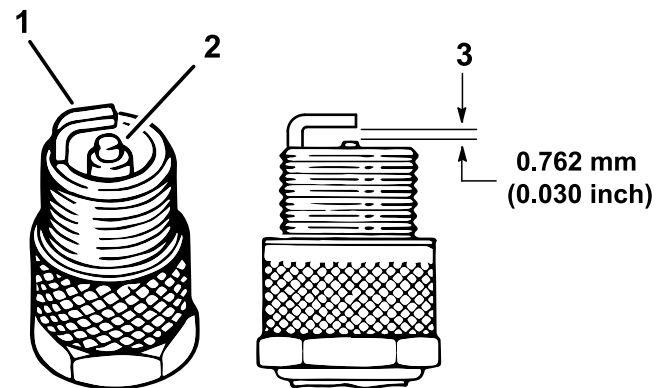

図 34
4. 電極（側面と中央）と碍子の状態を点検する(図 34)。
5. 図 34 のように、電極間のエアギャップを 0.762 mm に調整する。